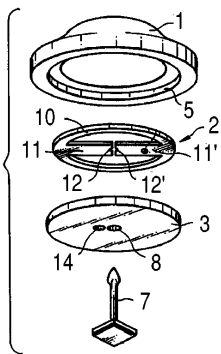

Рис. 7
- смещают иглу ручкой смещения 3 (см. рис.7) в левую сторону так, чтобы она попала в отверстие пуговицы;
- ручку (см. рис.7) устанавливают в положение "0" и делают в одно отверстие пуговицы 2-3 закрепочных укола. Аналогично пришивают петли и крючки.
Ширину зигзага устанавливают 2...3 мм, шаг строчки - 3...4 мм. Ручку 1 (см. рис.7) устанавливают на рисунок —/— относительно указателя 2. Величину захвата материала на левом уколе регулируют ручкой смещения иглы 3 до тех пор, пока игла в своем левом уколе будет слегка прихватывать верхний слой материала. После подшивки материал разворачивают и разглаживают.
Для выполнения эластичного шва с одновременной обметкой края надо совместить рисунок —/— на ручке 1 с указателем 2, а цифру 5 на ручке 5 - с указателем 4 (см. рис.7).
**Пуговица для одежды** описана в патенте США 4040148 (1977 г.). Эта пуговица (рис.7) состоит из декоративной крышки 1, элемента крепления 2, опорного элемента 3 и иглы 7. В декоративной крышке 1 имеется цилиндрическое углубление 5 для установки элемента крепления 2. Сам элемент крепления 2 содержит кольцо 10 и планки 11, 11', между которыми имеется зазор и полукруглые выемки 12 и 12'. Элемент крепления изготовливают из гибкого материала (резины). Сборка пуговицы на одежде производится так: элемент крепления 2 вставляется в декоративный элемент 1, с другой стороны материала накладывается опорный элемент, в его центральное отверстие 8 вставляется игла 7, которая входит в зазор 12 элемента крепления и фиксируется. Для разборки пуговицы необходимо вставить иголку в отверстие 14, нажать планку 11 элемента крепления 2 и вынуть иглу 7.